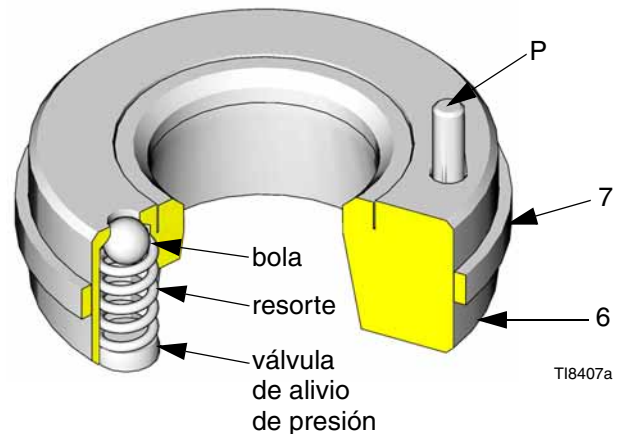

FIG. 5
- Instale el asiento de entrada de la válvula de alivio (6) en el lado izquierdo de la carcasa de la base de bomba (11), como se ve en la FIG. 8. (El texto moldeado en la carcasa de entrada de la base de bomba identifica la posición correcta del asiento de la válvula de alivio.) El pasador (P) del asiento debe apuntar hacia la carcasa. El pasador limita el posicionamiento del asiento y asegura que el orificio de ventilación (V) no sea bloqueado por parte de la carcasa. Vea la FIG. 5.